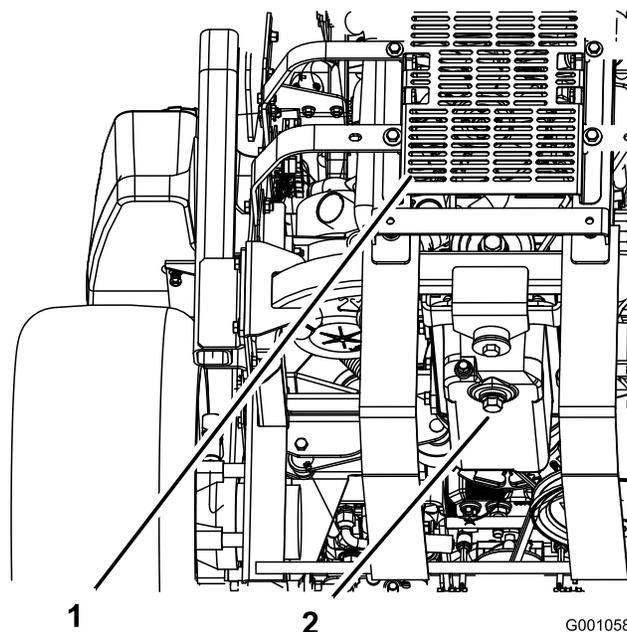

Figura 44
5. Coloque um recipiente debaixo do orifício de escoamento de óleo. Retire o tampão de escoamento e deixe o óleo escoar completamente (Figura 44).